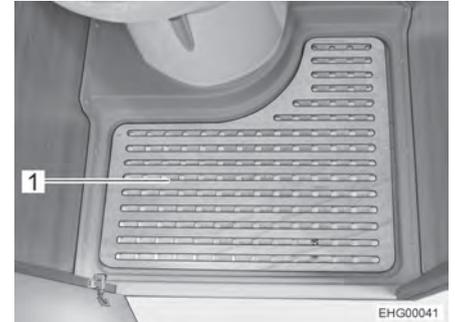

Bild 86 Herausnehmbare Bodenplatte
- Herausnehmbare Bodenplatte (Bild 86,1) zum Duschen entfernen.